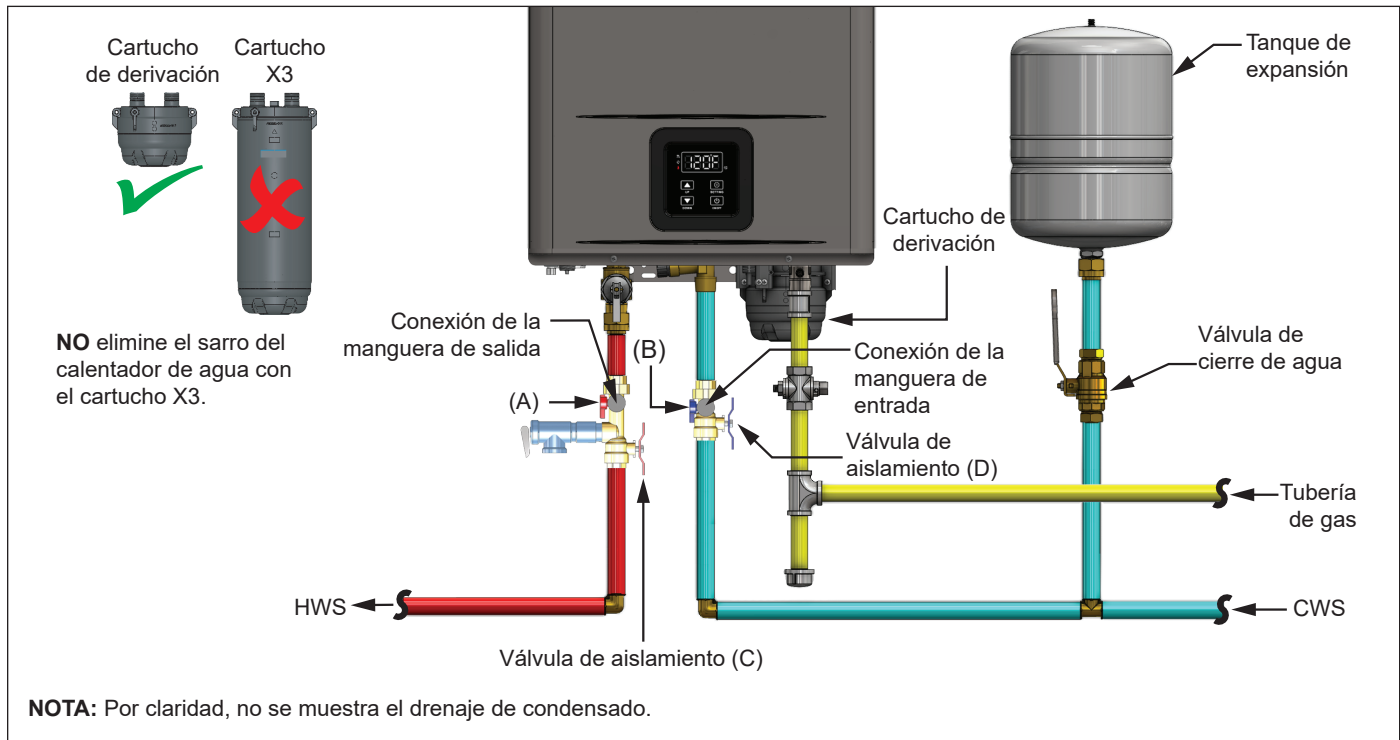

Figura 6 - Eliminación de sarro del calentador de agua
- Mangueras de lavadora (2)
- Kits de válvula de aislamiento del calentador de agua, instalados en la entrada de agua fría y en la salida de agua caliente del cartucho de derivación X3 del calentador de agua (consulte la Figura 6)
- 1 Cierre las válvulas de aislamiento (C y D) para detener el flujo de entrada y salida principal de agua hacia la casa (consulte la Figura 6).